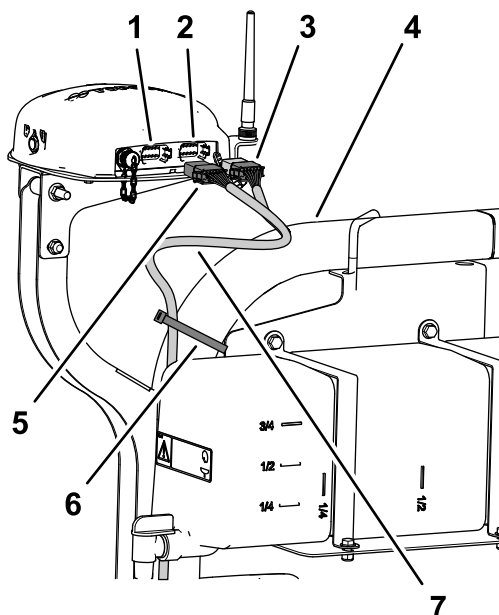

Figure 199
2. Acheminez la branche de 390 cm du faisceau de données le long du tube droit de l'arceau de sécurité, en orientant le connecteur à 12 douilles (gris) et le connecteur à 12 douilles (noir) vers le haut et le récepteur de navigation (Figure 199).
7. Avec 2 serre-câbles, attachez la branche de 390 cm du faisceau de données au tube droit du système ROPS, comme montré à la Figure 199.